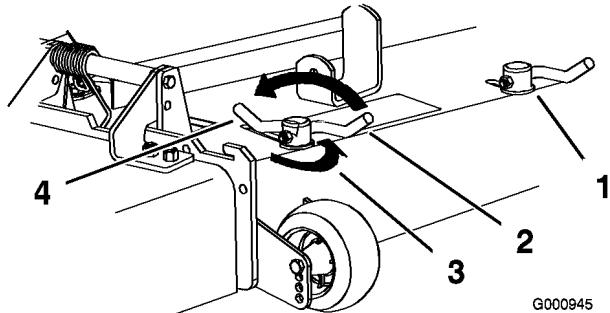

Figura 21
- Para ajustar los bloques de leva, levante la palanca para aflojar el bloqueo de leva (Figura 21).
- Devuelva la palanca a su posición original para apretar el deflector y los bloqueos de leva (Figura 21).